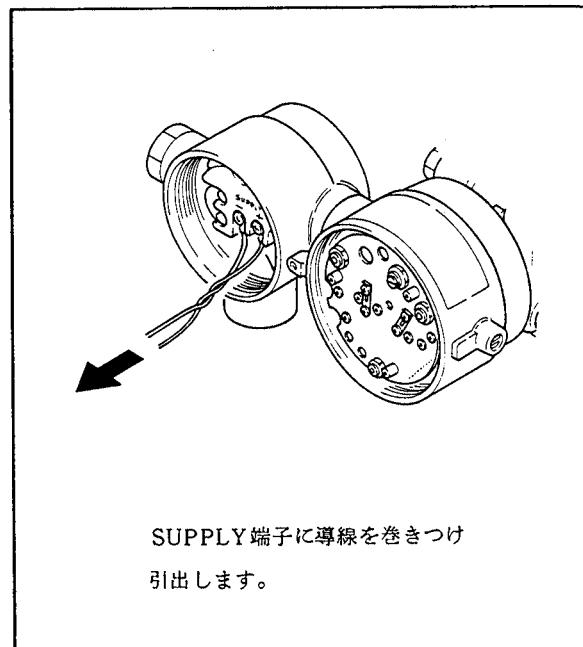

図6.10 ターミナルアセンブリの取りはずし
- (6) 3本のターミナルアセンブリ取付ねじおよび接地端子を取りはずします。
- (7) ターミナルアセンブリを手で取りはずします。取りはずしにくい場合は、SUPPLY端子(+および-)に導線を巻きつけ、導線で引出してください(図6.10参照)。ターミナルアセンブリと端子箱は防水シールをしているため、しっかりした寸法で組み込まれているので、取りはずしにくい場合があります。
- (8) ターミナルアセンブリを取付ける場合は、まずリード線を通し、ターミナルアセンブリを所定の位置に納め、接地端子および取付ねじで固定します。
- (9) 電源等の配線を行ないます。
- (10) 6.5.2項を参照してアンプユニットを取付けます。リード線の圧着端子は、カバーを取付けた時にあらわいよう折り曲げてください。
- (11) 内蔵指示計を付加する場合は6.5.1項を参考して取付け、最後にカバーを取付けます。